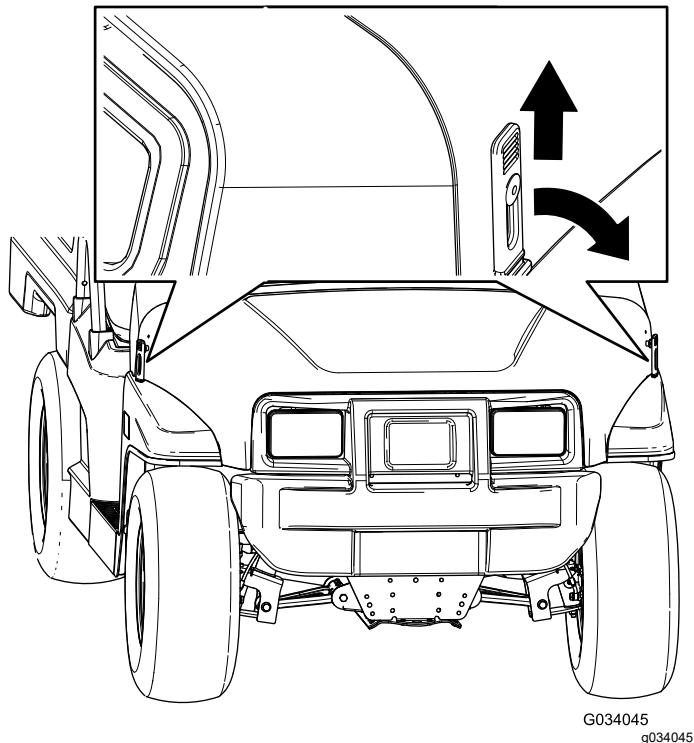

Bild 24
1. Heben Sie den Hebel der Gummiriegel an jeder Seite der Motorhaube an (Bild 24).
2. Flüchten Sie die Gummiriegel auf den Riegelankern an jeder Seite der Motorhaube aus, um die Motorhaube zu befestigen (Bild 24).